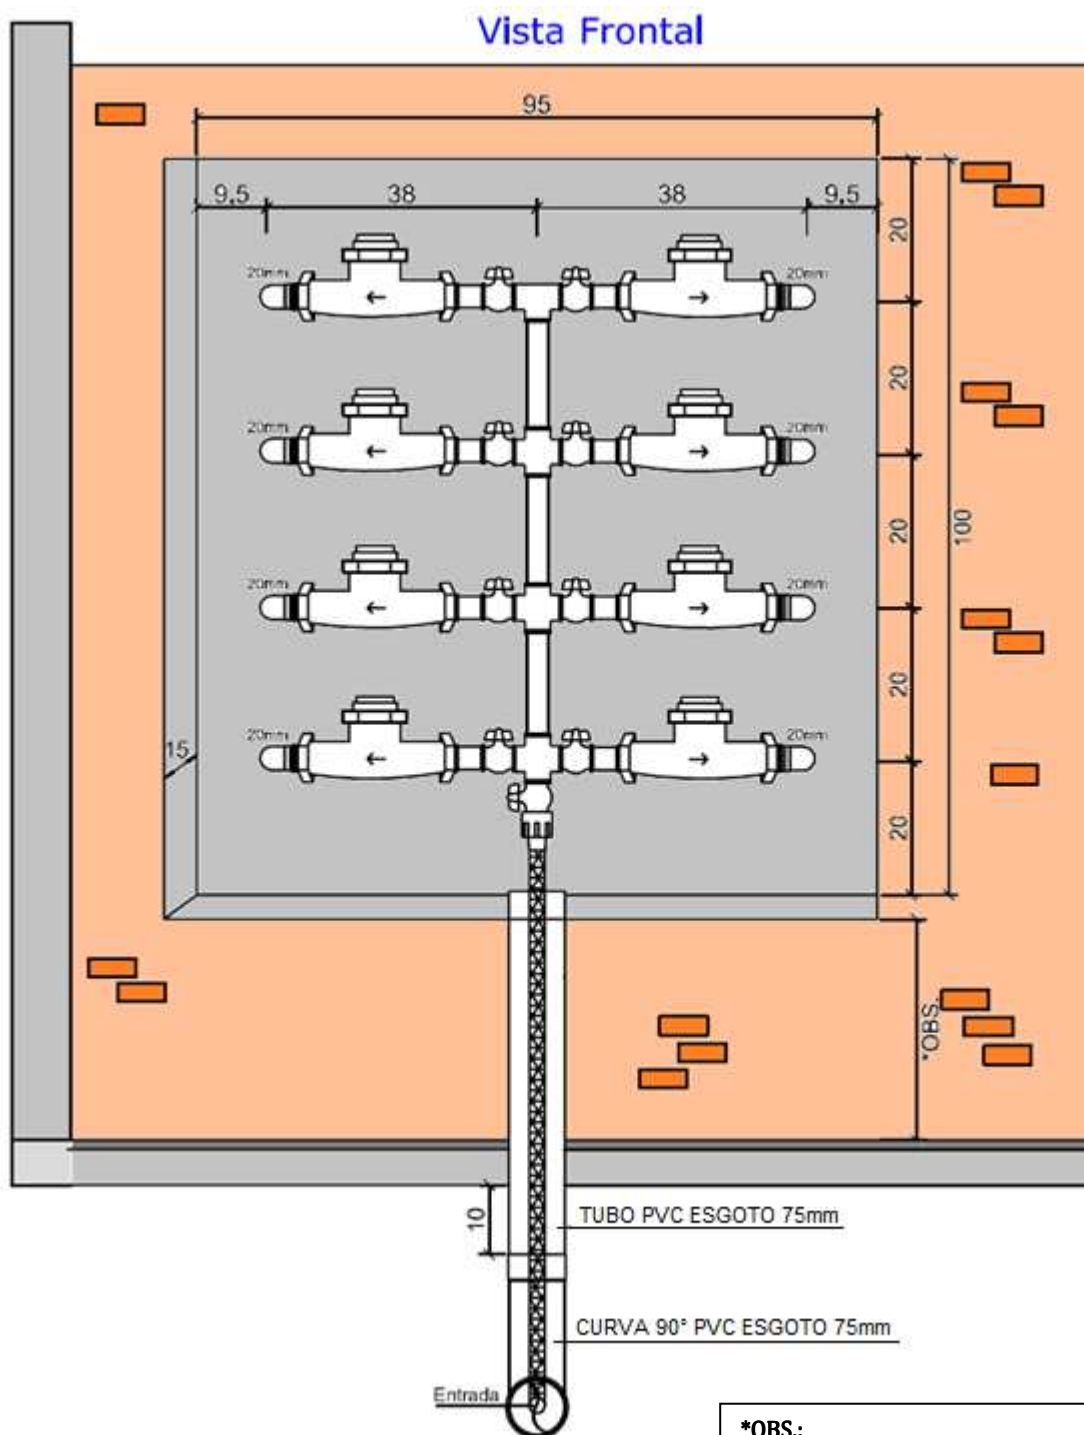

Figura 1: Padrão para mais de 04 ligações – Modelo 1.
- III. Modelo 1:** abertura no muro com dimensões de 100 cm de altura, 95 cm de largura e 15 cm de profundidade, para instalação dos hidrômetros de maneira sobreposta. Hidrômetros instalados com saída para trás (Figura 1).